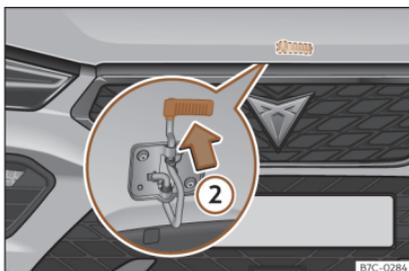

Fig. 193 Came sous le capot.
- Pour ouvrir le capot, appuyez sur la came située sous le capot»» fig. 193 ②. Le crochet de fixation est alors déverrouillé.